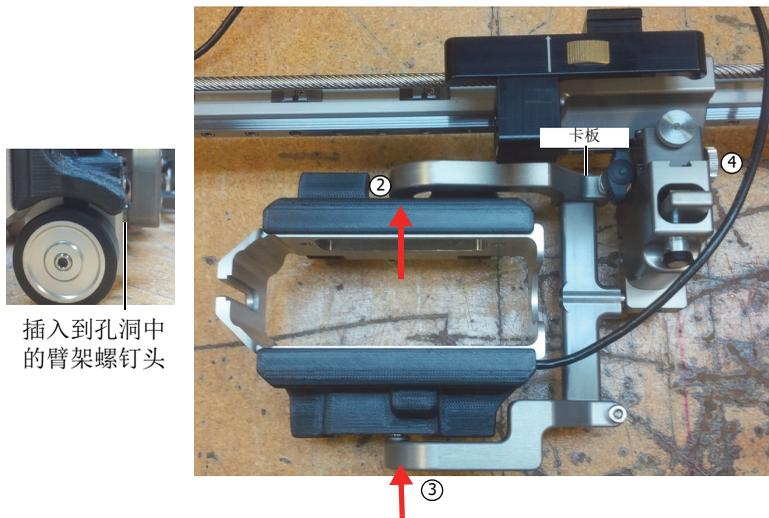

图 2-14 使用安装臂架将 MagnaFORM 固定在扫查器上
2. 使用所提供的卡板将平直的安装臂架与探头支架（左侧）连接，并在 MagnaFORM 侧面的孔洞中插入螺钉头（参见第 36 页的图 2-14）。